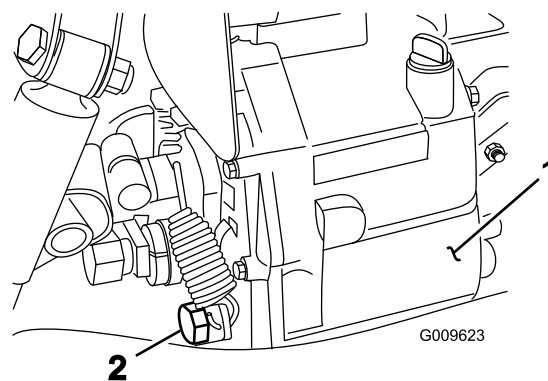

Figura 72
2. Retire o tampão de escoamento da parte lateral do reservatório e deixe o fluido hidráulico escorrer para o recipiente (Figura 72).